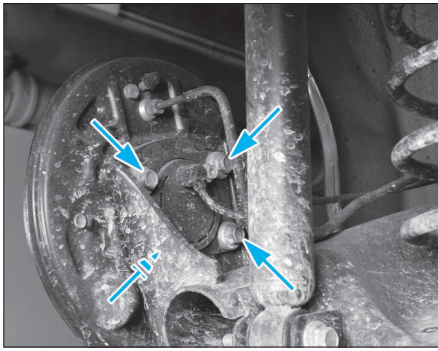

FIG. 24
- les quatre fixations du moyeu (Fig.24).